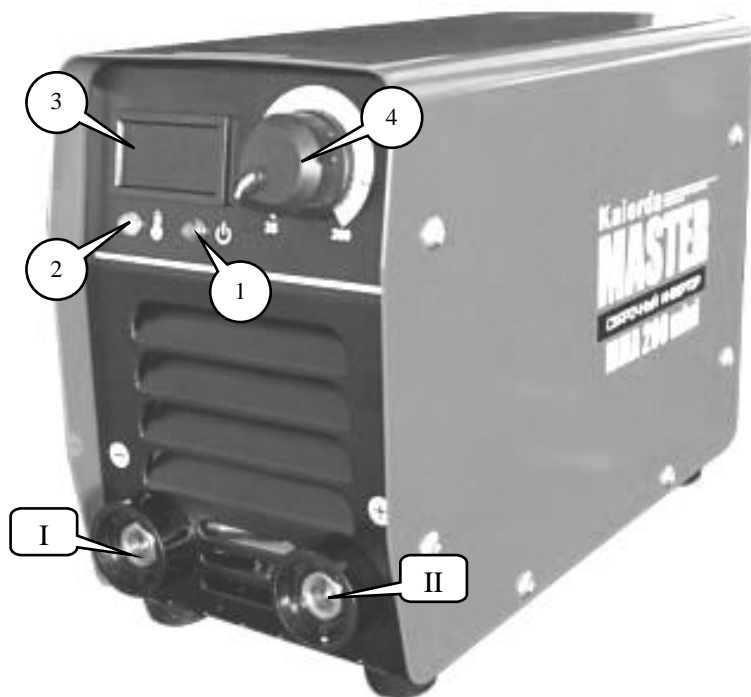

Рис. 1. Расположение органов управления и индикации.
- Подключить силовой разъем держателя электродов к разъему I (-) (Рис. 1) сварочного аппарата.
- Подключить силовой разъем держателя электродов к разъему II (+) (Рис. 1) сварочного аппарата.